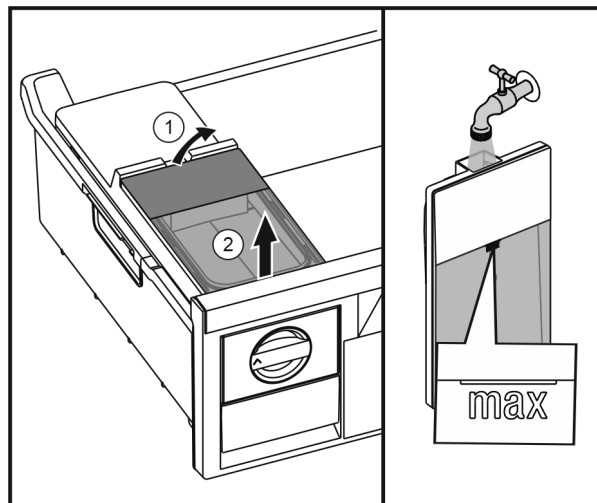

Fig. 38
- Soulever le réservoir d'eau depuis l'arrière Fig. 38 (1) et l'enlever vers le haut Fig. 38 (2).